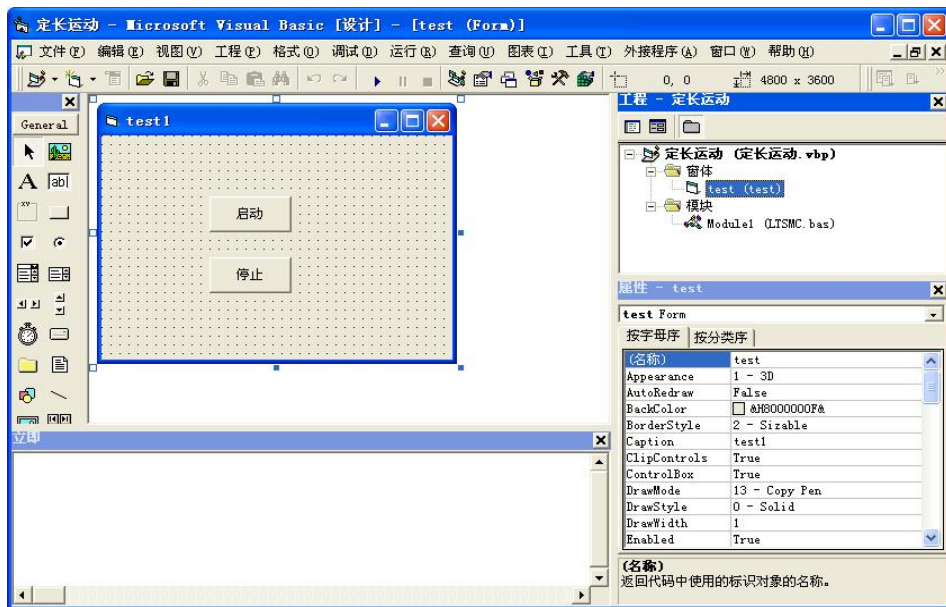

图1.7 添加头文件
- 5) 菜单中选择“工程”->“添加模块”->“现存”，找到test1 目录下的LTSMC.bas 文件，添加到工程中，如图1.7所示。